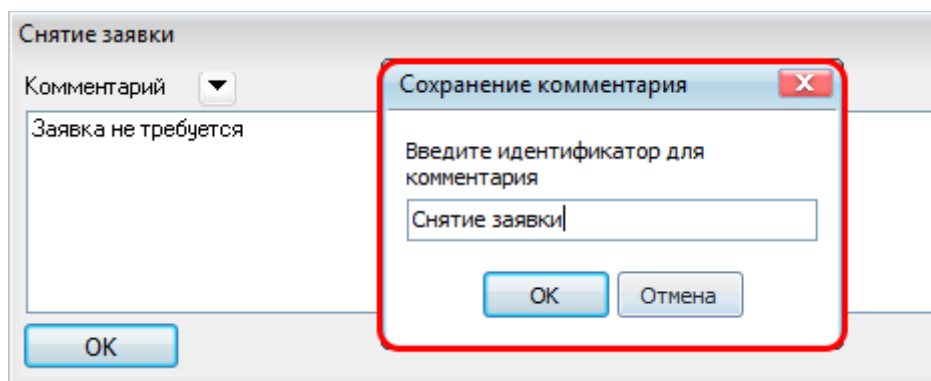

Рисунок 12.19 – Сохранение комментария
- «**Сохранить комментарий**» – сохранение комментария как predetermined текста комментария. При выборе пункта меню « Сохранить комментарий» появляется окно «Сохранение комментария» (Рисунок 12.19). В окне «Сохранение комментария» необходимо ввести идентификатор комментария и нажать на кнопку «ОК».